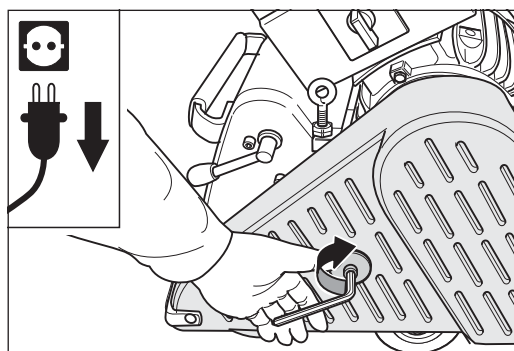

Abb. 5 Den Riemenschutz schließen.
- 5 **Schließen Sie den Riemenchutz (Abb. 5)!**